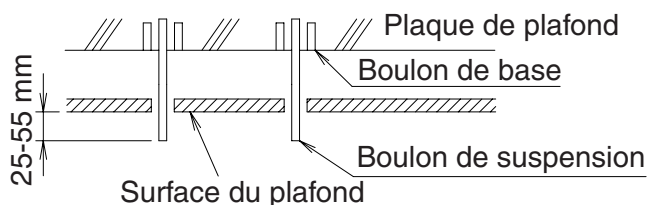

Fig. 9
(4) Installez les boulons de suspension.
- Réglez la longueur du boulon de suspension à partir du plafond en avance. **(Reportez-vous à la Fig. 9)**
- Les pièces illustrées dans la **Fig. 9** seront toutes fournies sur place.